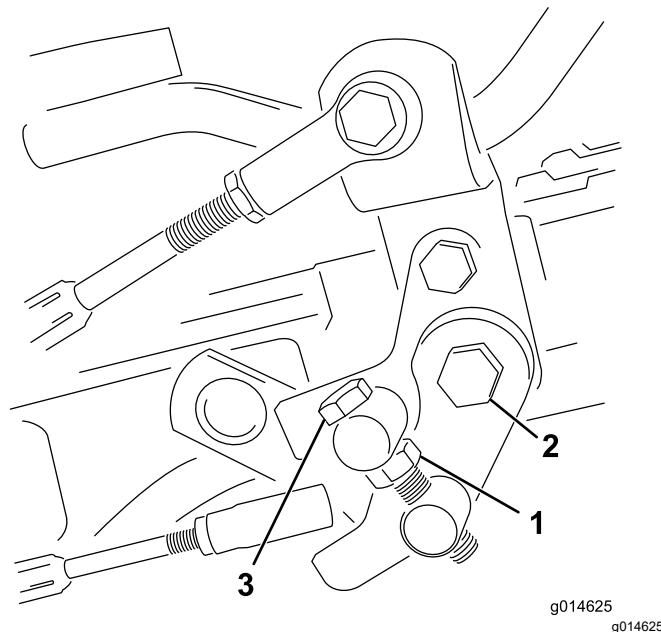

図 39
1. トラニオンボルトのジャムナットをゆるめる図 39。
4. トラニオンボルトのジャムナット、およびペダルピボットのナットを締め付けて調整を固定する図 39。調整を確認し、必要に応じて再調整する。